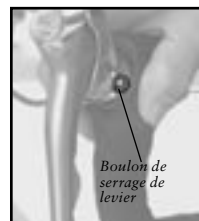

Figure 3.46 - Boulon de serrage de levier
- Serrage de levier (figures 3.46 et 3.48) : 6,0-7,8 Nm (53-69 lb•po)